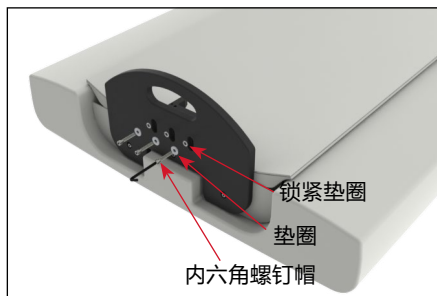

图 4
2. 使用提供的带垫圈和锁紧垫圈的 (3) 10-32 x 0.75" 长螺钉, 通过提供的艾伦扳手将脚端碰锁配件安装块固定到脚踏板上 (图 4 和 5)。请勿完全拧紧螺钉。